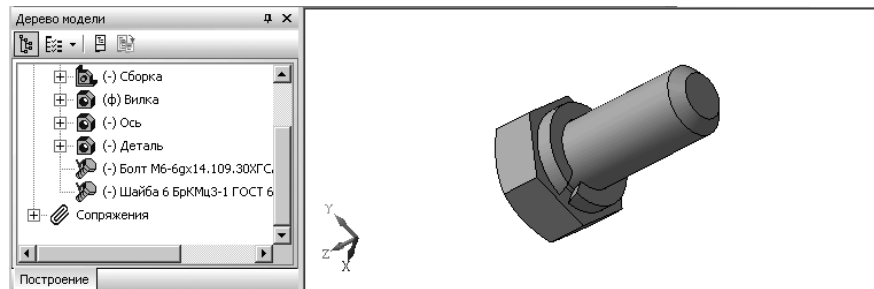

Рис. 6.73. Результат сборки стандартных изделий – болта с шайбой
- нажмите клавишу **Esc** или щелкните по кнопке – **Прервать команду**. Возможный результат этих действий показан на рис. 6.73.